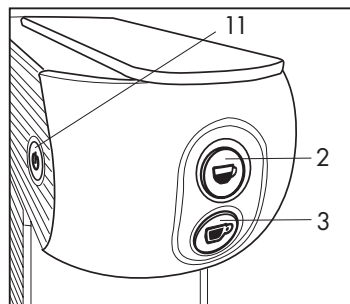

Fig. 11
- Compruebe que no hayan cápsulas en el interior y encienda la máquina accionando el interruptor principal (11)
- Cierre el soporte taza pequeña (10) y coloque una taza grande vacía debajo de la boquilla dispensadora (4).
**Taza grande:** Pulse y mantenga pulsada la tecla (3). La máquina comenzará a suministrar agua. Una vez alcanzado el nivel de agua deseado suelte la tecla (3). La máquina dejará de suministrar agua y quedará memorizada la cantidad para otros suministros. **(Fig.11)**
**Taza pequeña:** Pulse y mantenga pulsada la tecla (2). La máquina comenzará a suministrar agua. Una vez alcanzado el nivel de agua deseado suelte la tecla (2). La máquina dejará de suministrar agua y quedará memorizada la cantidad para otros suministros. **(Fig.11)**